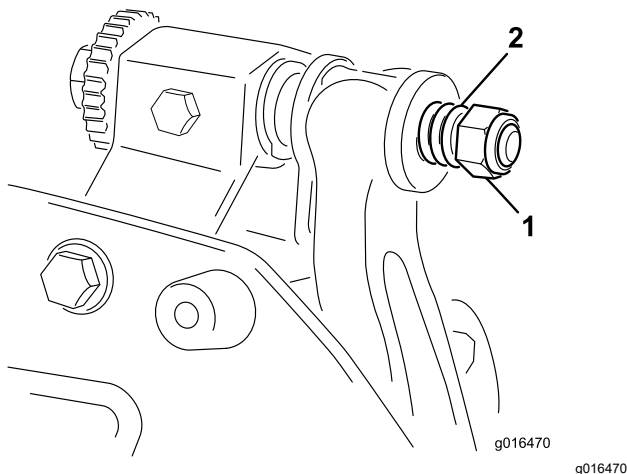

Bild 27
6. Ziehen Sie die Federspannungsmutter an, bis die Feder zusammengedrückt ist, drehen Sie sie dann eine 1/2 Umdrehung heraus (Bild 27).